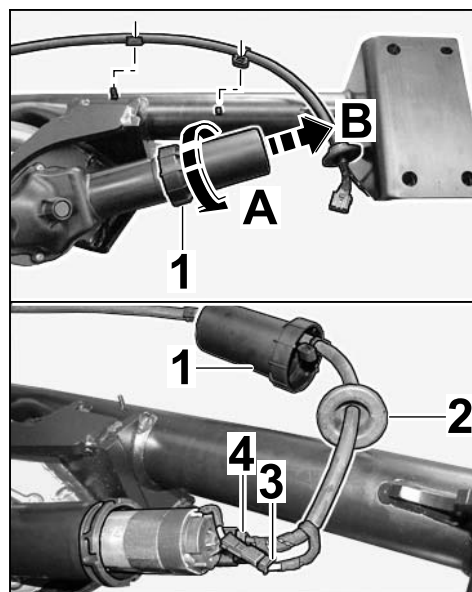

Рис. 9
- 1.7.5 Повернуть нижний вкладыш корпуса двигателя тягово-сцепного устройства против часовой стрелки (⇒ Рис. 9 -А-) и извлечь (⇒ Рис. 9 -В-).
Выполнить штекерные соединения выключателя стопорного пальца и поворотного двигателя (⇒ Рис. 9).